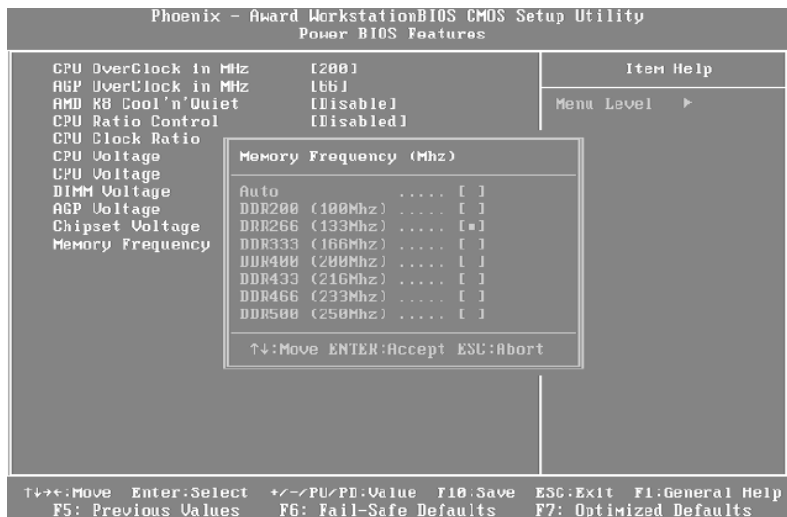

Рис. 6.4. Установка частоты оперативной памяти
2. Уменьшите частоту оперативной памяти. Для этого, возможно, сначала придется отменить установку параметров памяти с помощью SPD (параметр Memory Timing by SPD или аналогичный), а затем указать минимально возможную частоту в параметре Memory Frequency for или подобном (рис. 6.4).